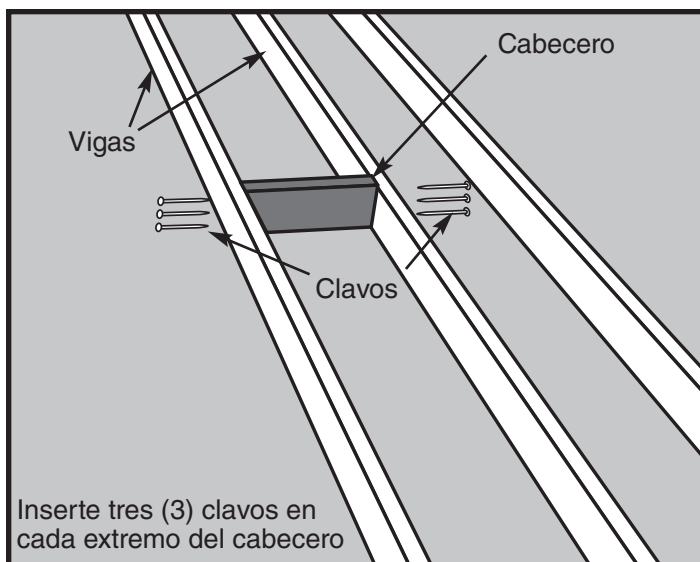

Figura 12
- PASO 3.** Coloque uno de estos cabeceros en un extremo de la ubicación elegida (vea la Figura 12). El cabecero debe ajustar perfectamente entre las vigas.
- PASO 4.** Ponga el cabecero a escuadra respecto a una viga e inserte tres (3) clavos 16d en el cabecero, a través de la viga. Verifique la escuadra e inserte tres (3) clavos 16d en el cabecero, a través de la otra viga (vea la Figura 12). **Es muy importante que la tabla utilizada como cabecero esté verticalmente a plomo y horizontalmente a escuadra con las vigas laterales.**